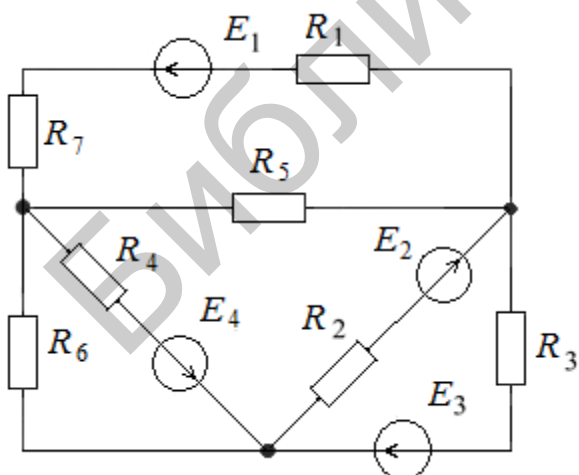

Рис. 115
48. В схеме (рис. 115) определить токи в ветвях методом узловых потенциалов, если $E_1 = 30$ В; $E_2 = 10$ В; $E_3 = 200$ В; $E_4 = 56$ В; $R_1 = 20$ Ом; $R_2 = 30$ Ом; $R_3 = 6$ Ом; $R_4 = 8$ Ом; $R_5 = 15$ Ом; $R_6 = 40$ Ом; $R_7 = 10$ Ом.